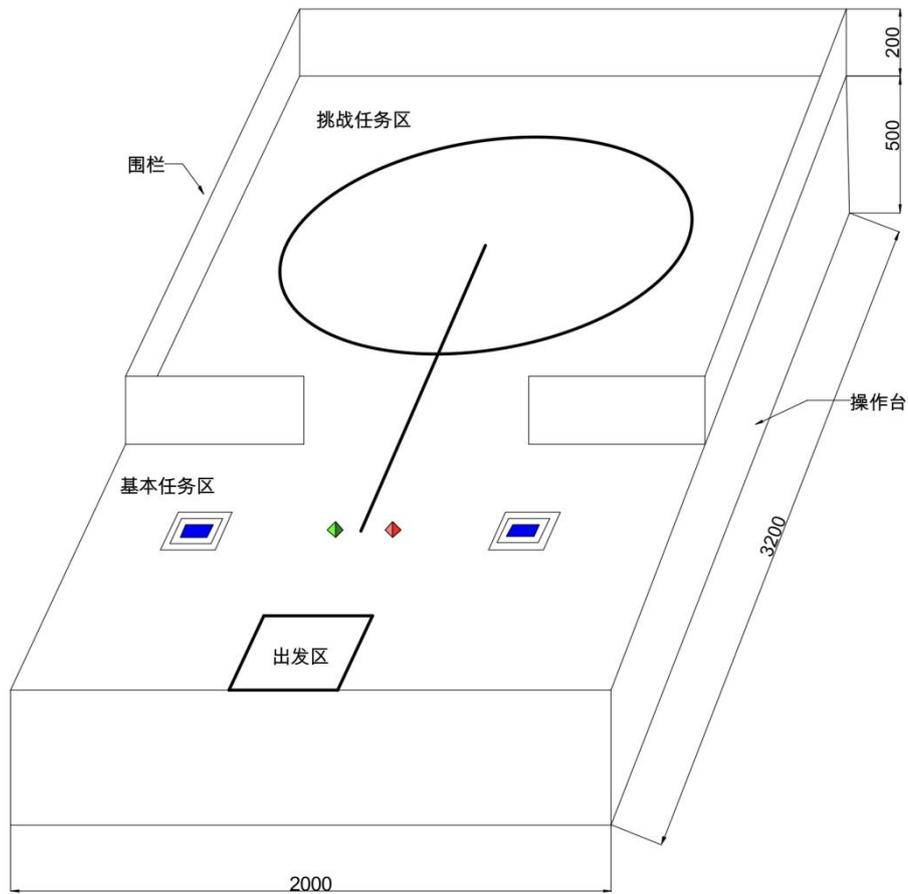

图2 场地侧视示意图
2.场地被布置在一个高约500mm的操作台上，挑战任务区围栏的高度约为200mm，如图2所示。亦可将地图直接置于平整的地面作为场地，以现场情况为准。
待分拣物品为若干个三棱锥，棱长约30mm，颜色为红色（参考色值C0 M100 Y100 K0）和绿色（参考色值C100 M0 Y100 K0），材质为EVA。待分拣物品被摆放在任务区（如图2所示），具体位置以现场公布为准。